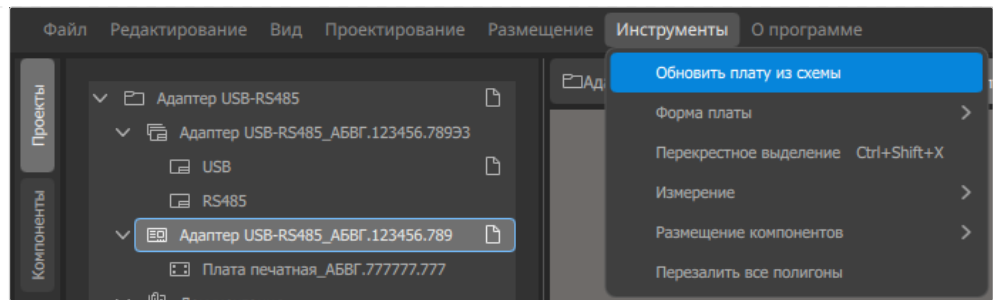

Рисунок 147. Пункт меню «Обновить плату из схемы» в редакторе плат
- 2) Синхронизацию также можно выполнить из редактора плат, вызвав команду меню *«Инструменты»* → *«Обновить плату из схемы»* (см. рисунок 147).